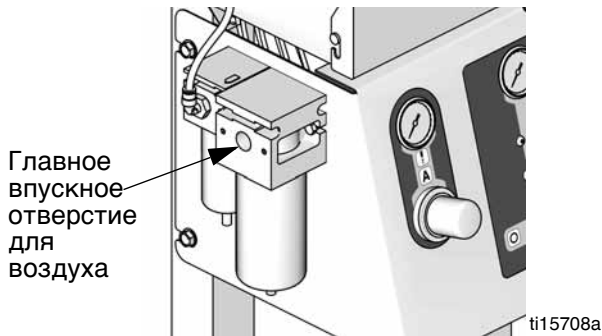

Рис. 3. Впускное отверстие подачи воздуха
2. Подсоедините главную линию подачи воздуха к главному впускному отверстию для воздуха. Данная линия подает воздух на соленоиды, клапаны и насосы. См. Рис. 3.